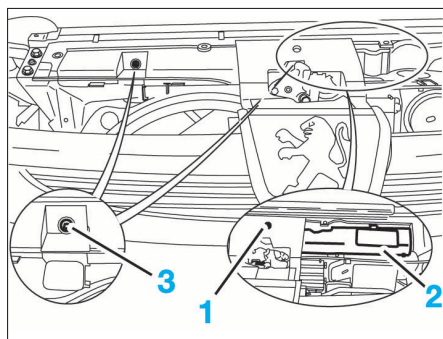

FIG. 20
- la vis supérieure de calandre (1) (Fig.20).